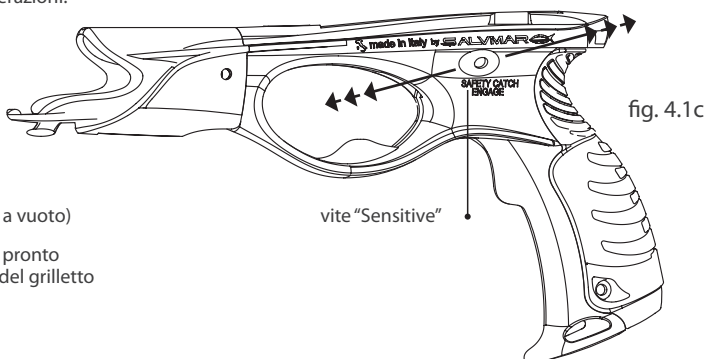

fig. 4.1c
- Inserire la sicura spostando verso destra l'apposito cursore (fig. 4.1c) ed accettarsi che il grilletto sia impedito nella sua corsa.